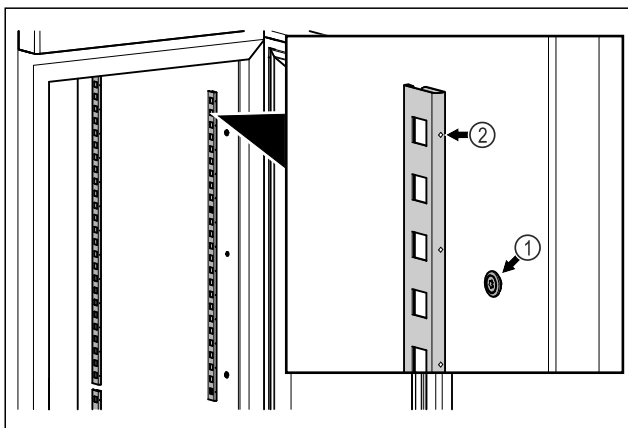

Fig. 56 Beispielhafte Darstellung
- ▶ Rastenleisten in Aufhängung Fig. 56 (1) einhängen. Markierung Fig. 56 (2) muss nach vorne zeigen.